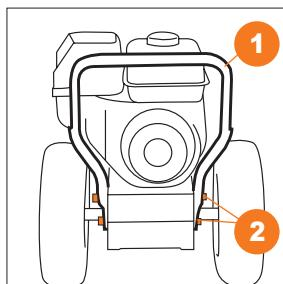

Рис. 2
- Закрепите нижнюю часть рукоятки 1 к корпусу снегоуборщика с помощью четырех болтов и шайб 2 (Рис. 2).